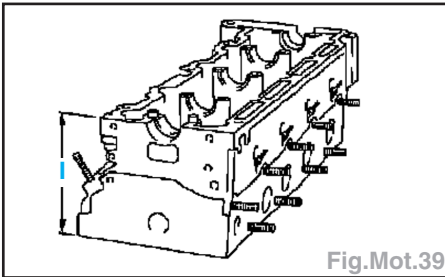

Fig.Mot.39
- Mesurer la hauteur de culasse (Fig.Mot.39) :